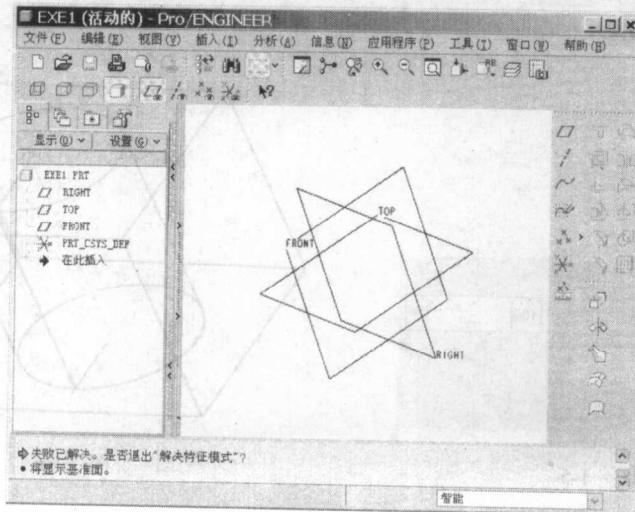

图 1-2
- (1) 单击工具栏中的新建文件按钮 ，在弹出的“新建”对话框中选择“零件”单选按钮，并选中“使用缺省模板”复选框，在“名称”文本框中输入新建文件名 exel。
- (2) 单击“新建”对话框中的“确定”按钮，进入零件设计工作界面，如图 1-2 所示。